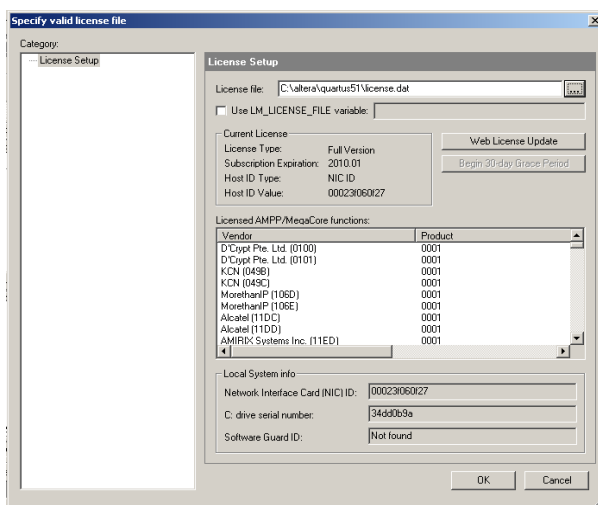

图 3-21 授权设置
(7) 完成对授权文件的修改后，回到 **LICENSE SETUP** 对话框继续对软件的授权。在对话框的 **License file** 选项选择刚修改过的 **License.dat** 文件，在对话框的中间的“**License AMPP/MegaCore functions**”框中会出现授权后的 **AMPP/MegaCore** 功能。点击 **OK** 完成软件的授权，如图 3-21 所示：